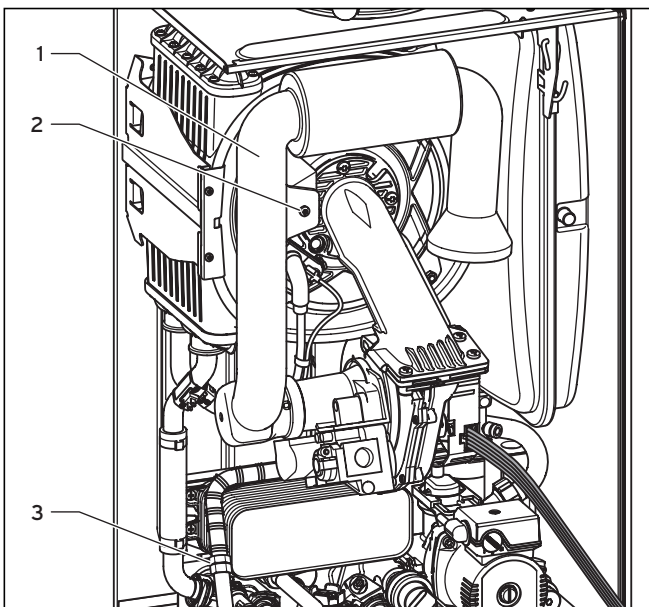

Fig. 8.7 Racordarea alimentării cu gaz
Deschideți alimentarea cu gaz și verificați etanșeitățile la gaz a aparatului cu spray Lecksuch. Verificați în mod special îmbinările prin șuruburi (3, în fig. 8.7) și (11).
- Verificați dacă inelul albastru etanș din țeava de aspirație a aerului (1) se află poziționat corect în locașul garniturii, vezi fig. 8.7.
- Introduceți țeava de aspirație a aerului pe suportul de aspirație și fixați țeava cu șurubul de susținere (2), vezi fig. 8.7.